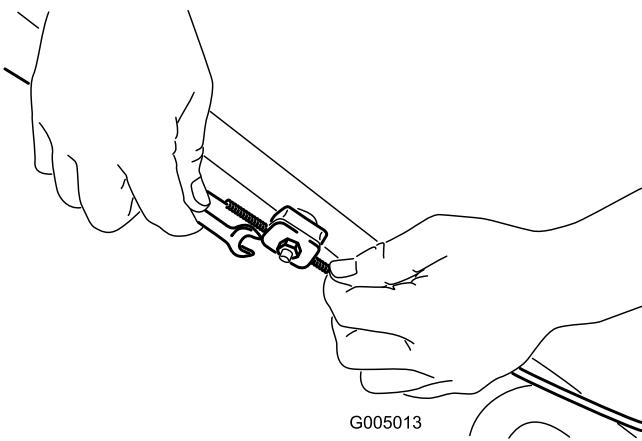

Figure 40
1. Desserrez l'écrou du support de guidage du câble (Figure 40).